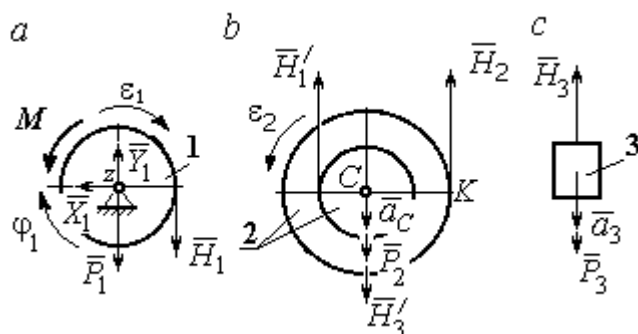

Рис. 5.25. Внешние силы и реакции связей, действующие на тела системы
2. Для решения задачи вторым способом – путём составления уравнений движения тел, входящих в состав механизма, освободим тела от связей и заменим их реакциями. На рис. 5.25 изображены силы и реакции, действующие на
Диск 2 (рис. 5.25, b) совершает плоскопараллельное движение. К нему приложена сила тяжести $\vec{P}_2$ и реакции нитей $\vec{H}_1'$, $\vec{H}_2$ и $\vec{H}_3'$. Плоскопараллельное движение диска 2 описывается уравнением движения его центра масс в проекции на вертикальную ось и уравнением вращения диска вокруг оси, проходящей через центр масс перпендикулярно плоскости диска:
Груз 3 совершает поступательное движение. К нему приложены сила тяжести $\vec{P}_3$ и реакция нити $\vec{H}_3$ (рис. 5.25, c). Уравнение движения груза 3 в проекции на вертикальную ось, направленную в сторону его движения, имеет вид: